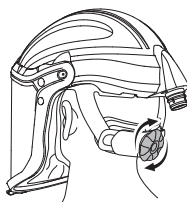

Abb.1c
Schritt 3: Stellen Sie den Knopf am hinteren Kopfband so ein, dass der Gesichtsschutzschild fest auf dem Kopf sitzt (siehe Abb. 1c).